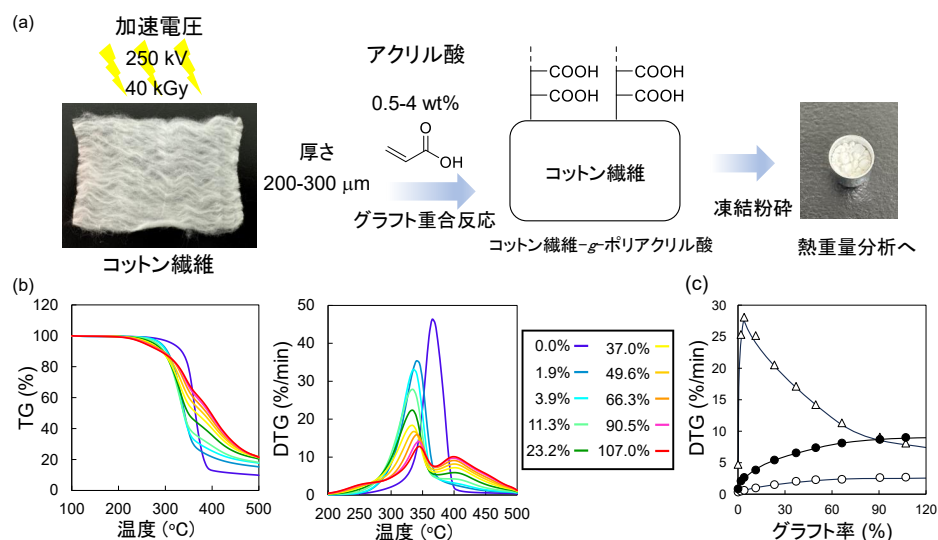

図1 (a) 熱重量分析法を用いたグラフト率の測定手法の概略図。
実際に製品化されている天然繊維であるコットン繊維と消臭作用のあるアクリル酸モノマーの組み合わせで、本手法を検証した。グラフト重合反応をアクリル酸濃度、反応時間を変化させることで、さまざまなグラフト率を持つサンプルを用意し、凍結粉碎によって粉末化した後に、熱重量分析を実施した (図1(a))。図1(b)にさまざまなグラフト率をもつコットン繊維-g-ポリアクリル酸の熱重量変化 (TG) と微分熱重量変化 (DTG) を示している。グラフト率が近ければ近いほど、似たような熱分解挙動を示している。また、グラフト率が異なると大きく変化する250°C、325°C、および415°Cの3つのDTGピークが確認された。これらの3つのDTGピークは、それぞれグラフト鎖 (ポリアクリル酸) 同士の脱水縮合反応、コットン繊維 (セルロース) 基材の分解、およびグラフト鎖の分解に起因する。図1(c)は、それぞれの温度におけるDTG値とグラフト率の相関関係を示しており、高い相関性が確認できる。特に、高温側の415°Cのピークにおいては、検証用に合成した40%以下の低グラフト率のテストサンプルにおいて、±1%以内の精度で重量測定によるグラフト率と一致しており、重量測定と匹敵するレベルの精度でグラフト率を測定可能であった。